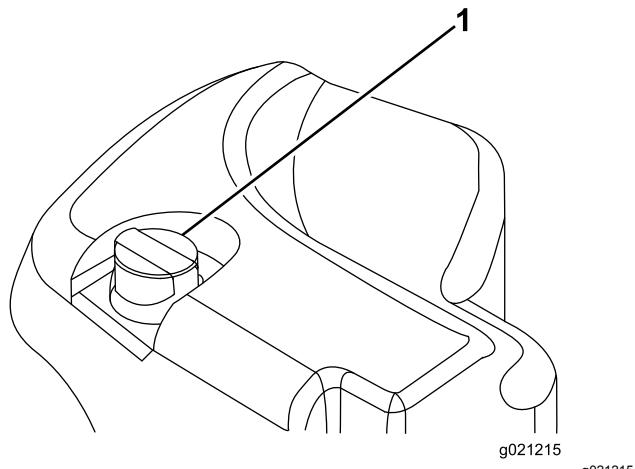

Figura 30
- Limpie la zona alrededor del cuello de llenado y el tapón del depósito hidráulico (Figura 30). Retire el tapón del cuello de llenado.